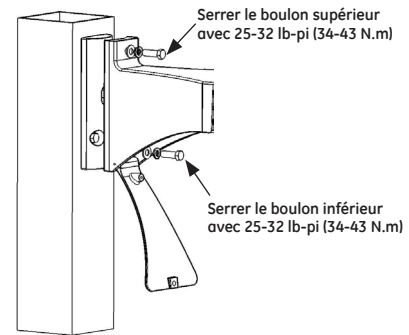

FIGURE 7
- Sur la position « TOP », installez un boulon 3/8-16 dans la rondelle de frein, dans la rondelle plate et dans le bras de montage (voir la figure 7).
- Ouvrez le volet du bras et installez un boulon de 3/8 po dans le trou fileté du bloc adaptateur (voir la figure 7).